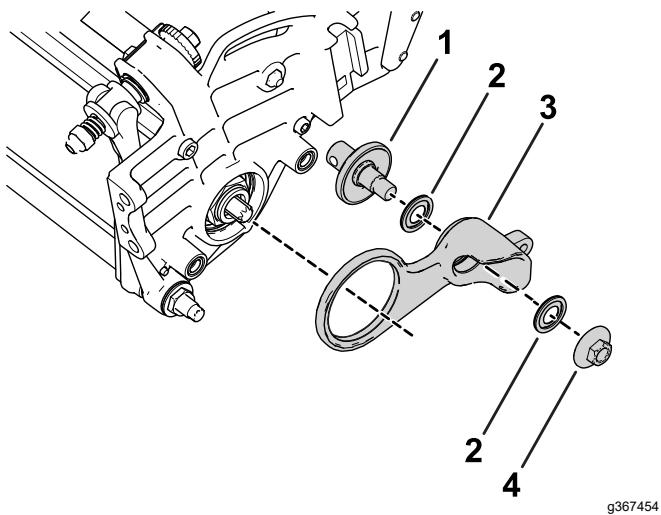

Figura 10
- Monte as peças soltas no conjunto do rolete como se mostra na Figura 10.